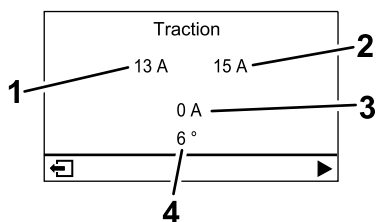

Figura 26
- **Pantalla de motor de tracción (Figura 26):** muestra el ángulo de dirección actual y el amperaje asignado a cada motor de tracción.